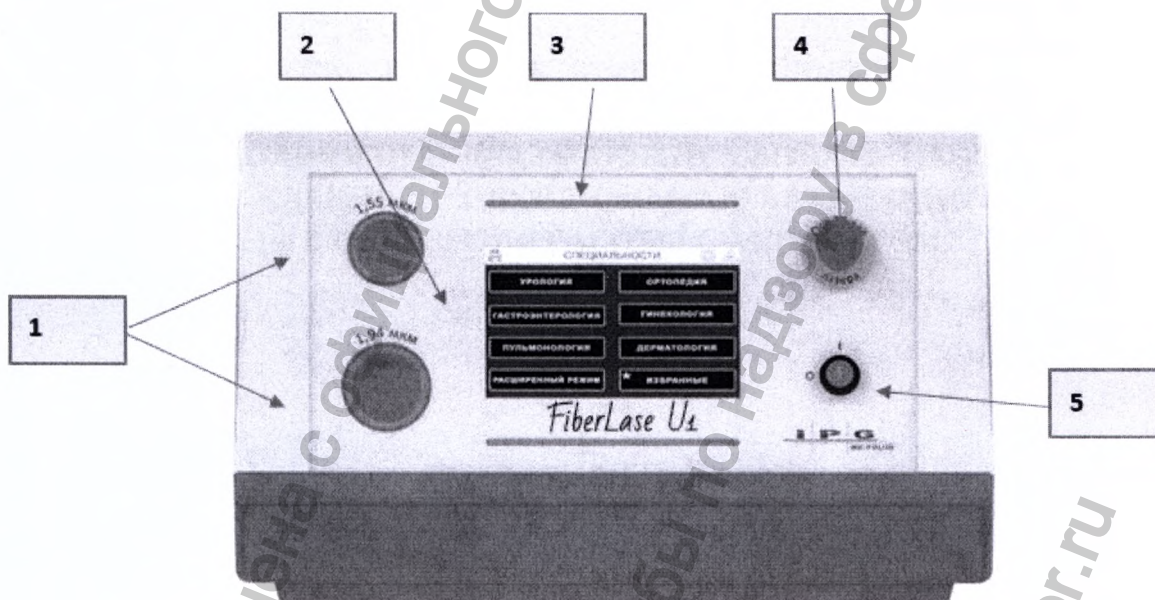

Рисунок 6. Аппарат лазерный хирургический повышенной мощности «FiberLase U1» – Передняя панель
Изменение средней мощности лазерного излучения (1) осуществляется поворотом нижней ручки регулировки мощности на передней панели Аппарата (см. рис. 6) в диапазоне от 0 до максимальной средней мощности, указанной в табл. 10.